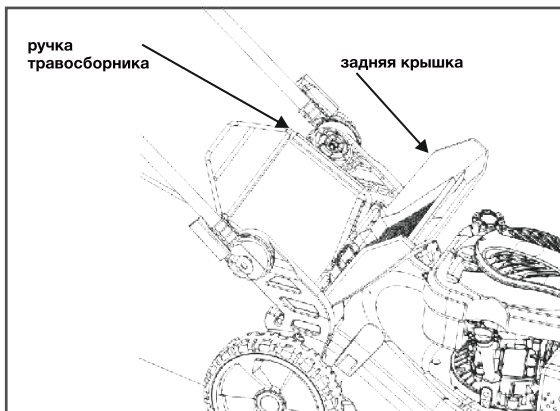

рис. 7
Поднимите заднюю крышку и установите травосборник. Мульчирующая заглушка и боковой разгрузочный желоб (18) должны быть сняты с газонокосилки (рис.7).